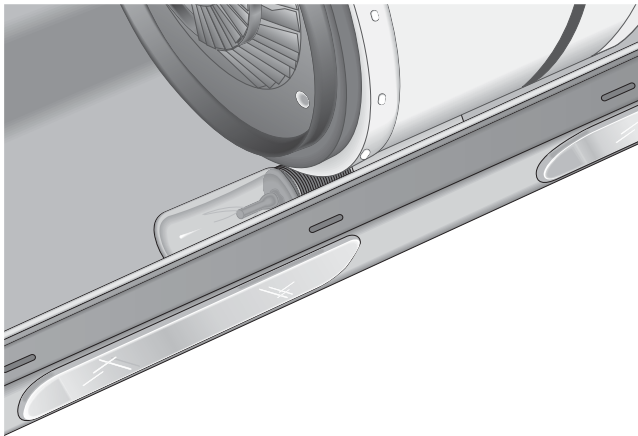

Fig. 3
- Per la eventuale sostituzione delle due lampade montate bisogna prima togliere i filtri antigraasso per poter accedere al portalampade e svitare la lampada o le lampade da sostituire (Fig. 3).
- To replace the two lamps remove the two anti-grease filters in order to reach the lamp holder and unscrew the lamp or lamps (Fig. 3).
- Pour le remplacement éventuel des deux ampoules qui ont été montées, il faut d'abord enlever au moins deux filtres anti-graisse pour pouvoir accéder au porte-ampoules et dévisser la/les ampoule/s à remplacer (Fig.3).